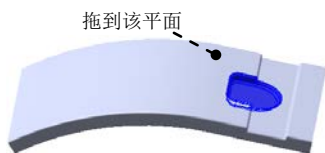

图 14.2.21 成形特征 1
Step5. 创建图 14.2.21 所示的成形特征 1。
(1) 单击任务窗格中的“设计库”按钮 , 打开“设计库”对话框。
(2) 单击“设计库”对话框中的  ch14 节点，在设计库下部的列表框中选择“barrette_shaped_tool_01”文件并拖动到图 14.2.21 所示的平面，并进行位置安放旋转角度的设置，在弹出的“成性工具特征”对话框中单击  按钮。